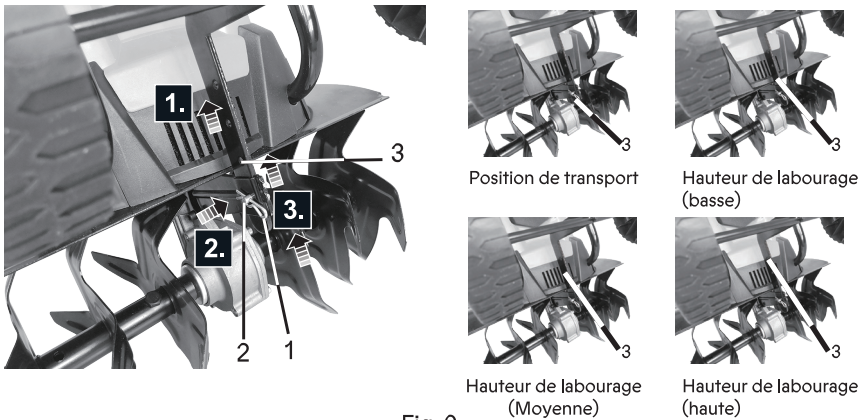

Fig. 9
1. Tirer la goupille fendue (1) du trou du boulon de verrouillage (2) à l'aide d'une pince à long bec (Fig. 9, étape 1).
2. Pousser les boulons de verrouillage (2) dans les trous de fixation du support de roue (3), et les maintenir en place pour éviter toute perte (Fig. 9, étape 2).
3. Faire glisser le support de roue (3) vers le haut ou vers le bas jusqu'à la position souhaitée (Fig. 9, étape 3).
4. Aligner les trous de fixation du support de roue (3), puis réassembler le boulon de verrouillage (2) et la goupille fendue (1).